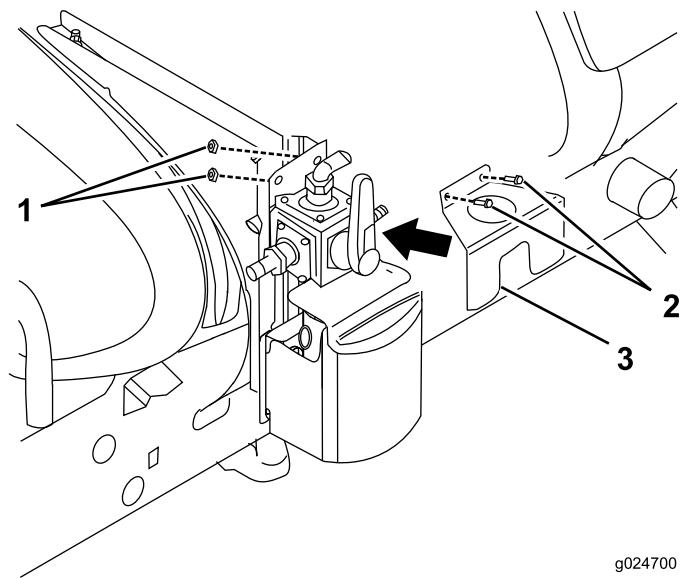

Bild 27
4. Befestigen Sie die Frontplattenhalterung mit 2 Bundschrauben (5/16 x 1 Zoll) und 2 Sicherungsbundmuttern (5/16 Zoll) an der Ventilhalterung (Bild 27).